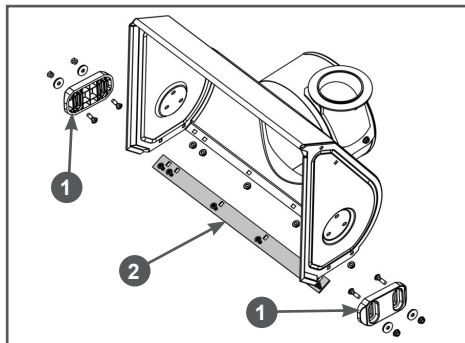

Рис. 32 Обслуживание кожуха шнеков
1. Открутите гайки крепления полозков 1 (Рис. 32) и снимите полозки с кожуха шнеков.
2. Установите новые полозки и закрепите их четырьмя болтами и гайками (Рис. 32). Перед окончательной затяжкой гаек отрегулируйте высоту забора снега.
Для наглядности на Рис. 32 кожух шнеков показан без шнеков, редуктора и валов.
1. Открутите гайки крепления и снимите нижнюю накладку 2 с кожуха шнеков (Рис. 32).
2. Установите новую нижнюю накладку и закрепите ее болтами и гайками (Рис. 32).